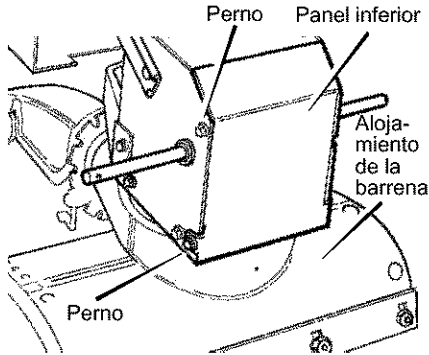

Figura 101
3. Afloje los **pernos** a cada lado del **panel inferior** (Figura 101).